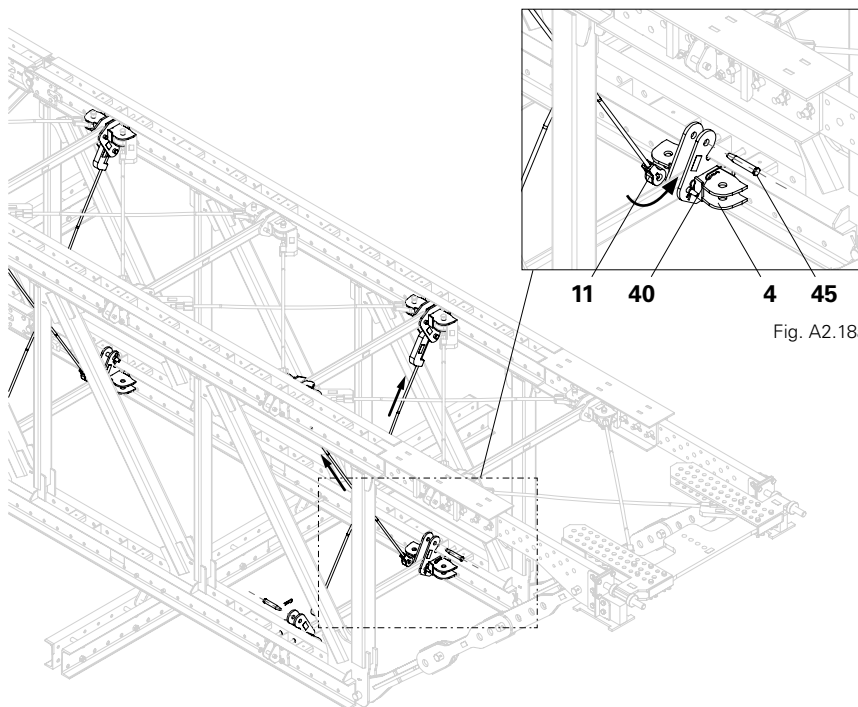

Fig. A2.18
1. Inserire il tirante (13) nel tenditore articolato. (Fig. A2.18)
2. Avvitare il dado (60) sul tirante fino a quando non sporge più.